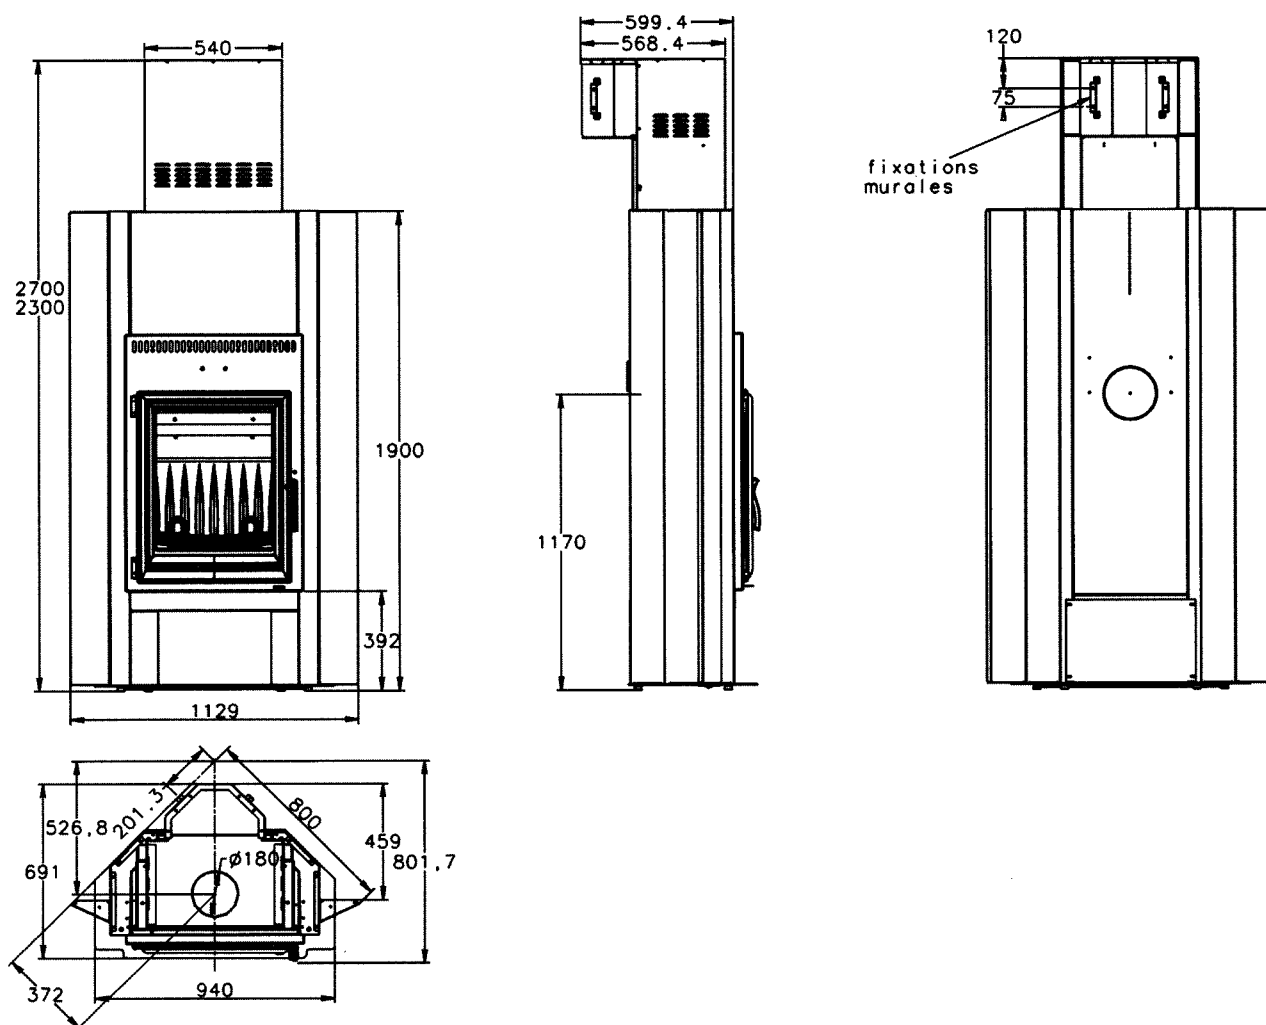

Fig. 1
- 1- Installation du foyer.** Démontez le bandeau décoratif (B) en enlevant les vis (A). Fixez les pattes de fixation de la réhausse (voir Fig. 1). Désserrez légèrement les pattes de fixation présentes sur le dessus du foyer. Insérez celui-ci dans les corps et le positionnez de façon à ce que les pattes s'encrochent dans le corps (C).
- 2- Installation de la réhausse.** Positionnez le conduit de tubage dans l'obturation. Fixez les éléments (H), (E), (F) et (G) sur les pattes de fixation murales (D) et sur la tôle arrière de la base (vis présente sur le bâti vertical (G)).
- 3- Positionner l'élément (J)** comme montré sur le schéma. Une fois positionné, le fixer en serrant les vis présentes sur les côtés des éléments (E) et (G).